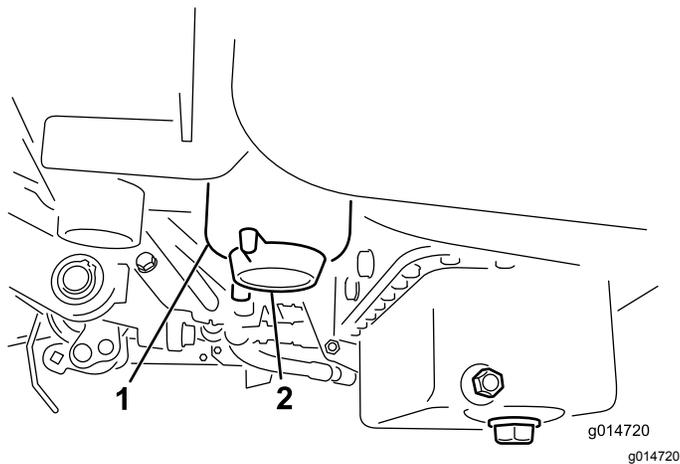

图33
2. 清洁滤清器过滤筒的安装区域 图33。
4. 打开滤清器排油塞 图33。